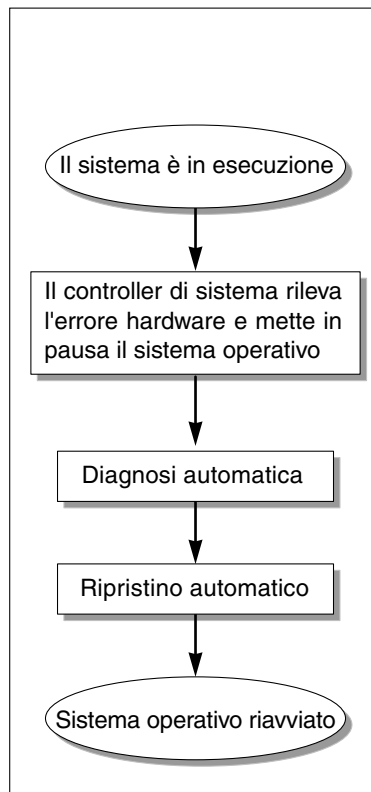

FIGURA 7-1 Processo di diagnosi automatica e ripristino
In base al tipo di errori hardware che si verificano e ai controlli diagnostici impostati, il controller di sistema esegue alcune procedure di diagnosi e ripristino, come mostrato nella FIGURA 7-1. Il firmware include un motore di *diagnosi automatica* (AD) che rileva e analizza gli errori hardware che influiscono sulla disponibilità di un sistema.
I punti di seguito riportati riassumono il processo descritto nella FIGURA 7-1: